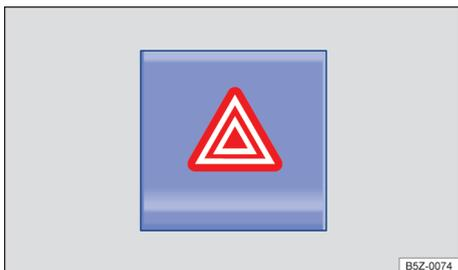

Fig. 38 Na parte superior do console central: interruptor para ligar e desligar as luzes de advertência.
2. Ligar as luzes de advertência com o interruptor (⚠) → Fig. 38.
As luzes de advertência também podem ser desligadas ao pressionar o interruptor  no painel de instrumentos → Fig. 38.